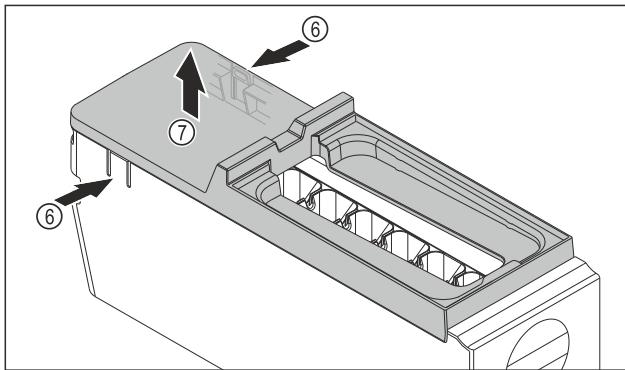

Fig. 112
- Odstráňte kryt korpusu EasyTwist-Ice: strmene Fig. 112 (6) na oboch stranach korpusu EasyTwist-Ice zatlačte rukou.
- Kryt Fig. 112 (7) odoberte druhou rukou smerom nahor.